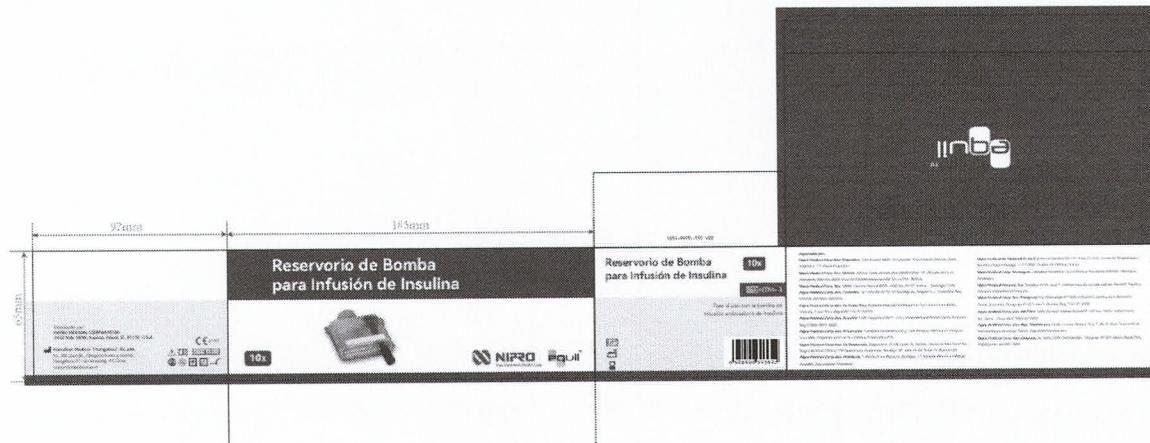

Figura 4: Rótulo provisto por el fabricante para Reservorio de Bomba.
4. Extraiga la base de la bomba del envase, y colóquelo en una de las áreas sugeridas (Figura 4).
- ⑤ Para retirar burbujas de aire, sostenga el reservorio inclinado. Dé toquecitos con el dedo en el reservorio varias veces con cuidado (Figura 4).